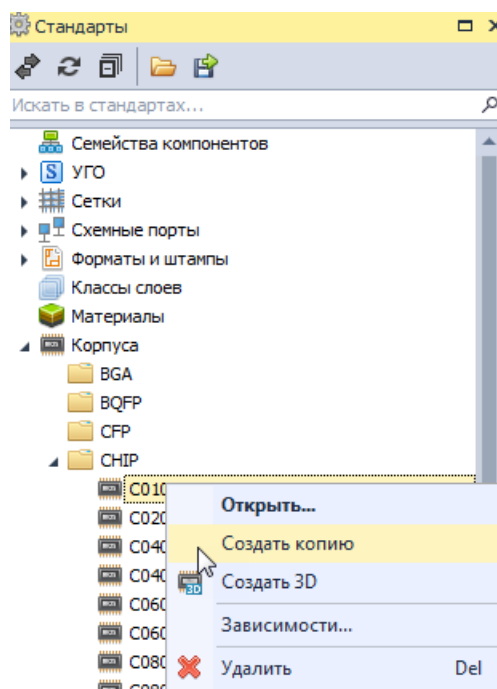

Рис. 87 Создание копии корпуса
2. Вызовите контекстное меню и выберите пункт «Создать копию», Рис. 87.